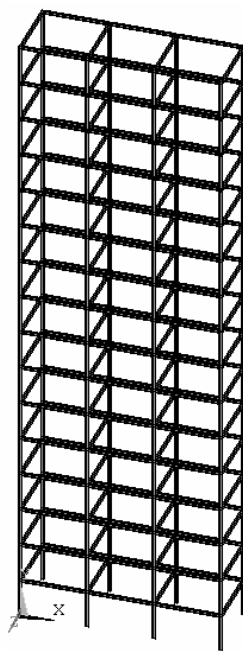

图 10-5 框架结构
(8) 依次选择 Utility Menu>PlotCtrls>Style>Colors>Reverse Video,将图形窗口的背景变为白色,以便后续操作中更清楚地观看视图(见图 10-5)。